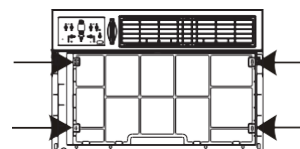

Fig. 2
3. Localisez les quatre vis avant, puis retirez-les. Ces vis seront nécessaires pour la réinstallation du panneau avant (voir Fig. 2).